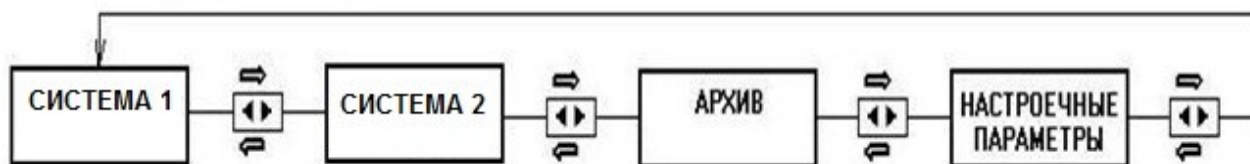

Рисунок 1 – Выбор уровня меню
8.1.2 Меню имеет следующие уровни (рисунок 1):
Переход между уровнями меню осуществляется длительным нажатием на кнопку ▶, возвращение на предыдущий уровень – длительным нажатием кнопки ◀ (рисунок 1). Просмотр значений и параметров меню осуществляется из соответствующего уровня кратким нажатием кнопок ◀ или ▶ в соответствии со схемами.